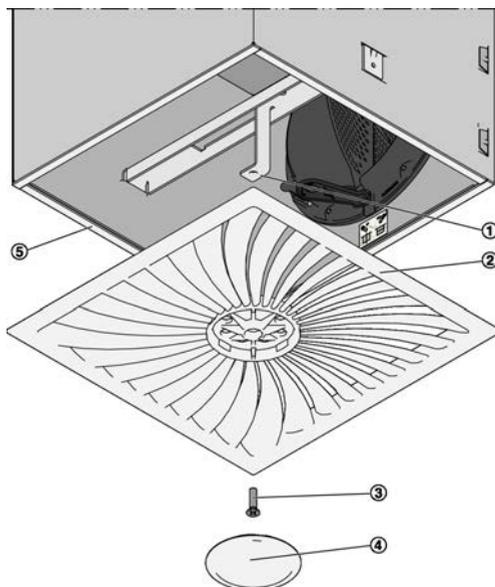

Fig. 17 : Installation de la façade du diffuseur
1. ► Collez le joint (Fig. 17 /5) sur le bord arrière du plénum.
2. ► Fixez la façade du diffuseur (Fig. 17 /2) avec la vis centrale (Fig. 17 /3) à la barre transversale (Fig. 17 /1) et recouvrez-le avec le capuchon décoratif (Fig. 17 /4).